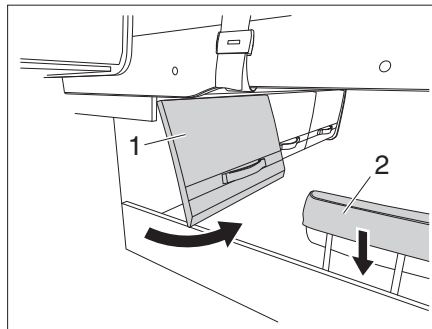

Fig. 155 Sportello del vano di stivaggio e poggiatesta
- Aprire lo sportello del vano di stivaggio (Fig. 155,1).
- Abbassare il poggiatesta (Fig. 155,2).